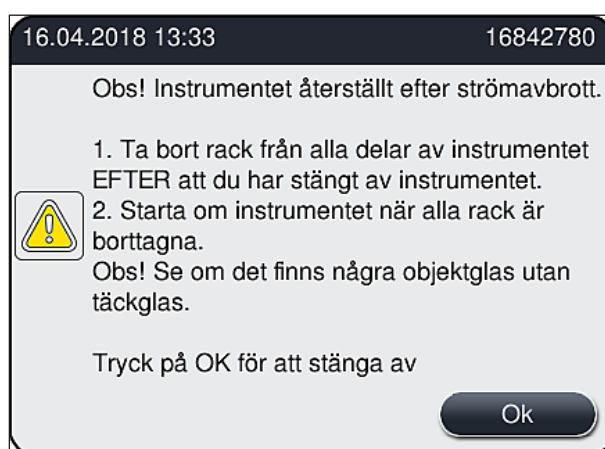

Bild 108
- När strömtillförseln kommer tillbaka startas instrumentet om automatiskt. Användaren får ett informationsmeddelande (→ Bild 108) om strömavbrottet på skärmen och händelsen förs in i händelselogen.
- ① När strömtillförseln kommer tillbaka startas instrumentet om automatiskt. En ljudsignal hörs och ett varningsmeddelande visas på displayen (→ Bild 108).
Följ därefter anvisningarna i informationsmeddelandet (→ Bild 108) och ta ut objektglasen från instrumentet.